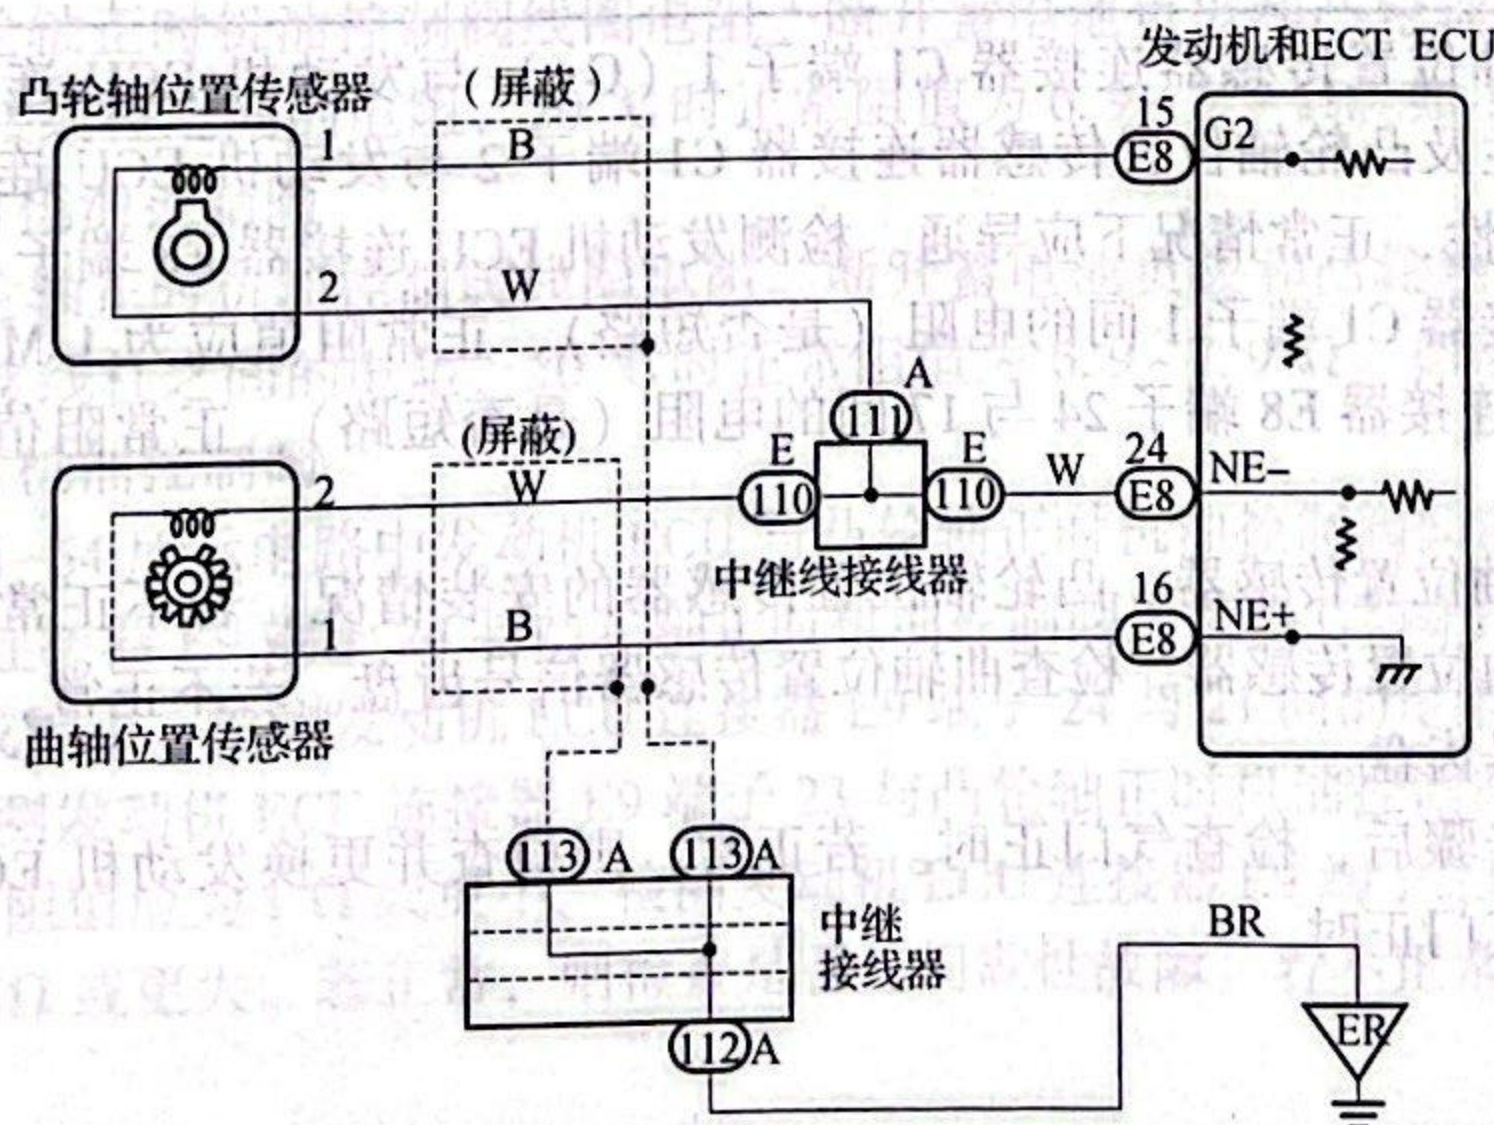

图 4-63 曲轴位置传感器、凸轮轴位置传感器电路图
(1) 检查图 4-63 所示电路中发动机 ECU 与曲轴位置传感器、凸轮轴位置传感器间的配线和连接器。